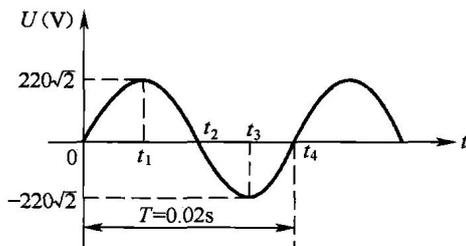

图 1-10 交流电周期、频率和瞬时值
周期和频率是交流电最常用的两个概念, 下面以图 1-10 所示的交流电波形图来说明。
① 周期。从图 1-10 可以看出, 交流电变化过程是不断重复的, **交流电重复变化一次所需的时间称为周期**, 周期用 T 表示, 单位是 s (秒)。图 1-10 所示交流电的周期为 $T = 0.02\text{s}$, 说明该交流电每 0.02s 会重复 $0 \sim t_4$ 这个过程一次。
② 频率。**交流电每秒内重复变化的次数称为频率**。频率用 f 表示, 它是周期的倒数, 即
频率的单位是 Hz (赫兹), 图 1-10 所示交流电的周期 $T = 0.02\text{s}$, 那么它的频率 $f = \frac{1}{T} = \frac{1}{0.02} \text{ Hz} = 50\text{Hz}$, 说明在 1s 内交流电能重复 $0 \sim t_4$ 这个过程 50 次。交流电变化越快, 变化一次所需要的时间越短 (即周期越短), 频率就越高。